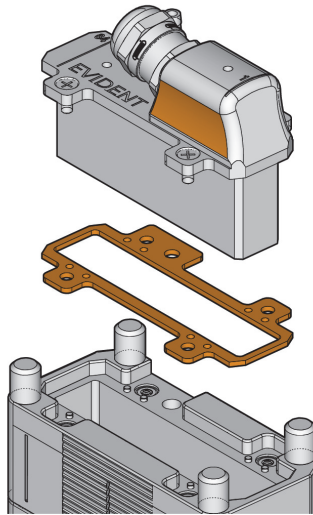

Figura 5-6 Sonda e guarnizione
3. Sollevare la sonda verso l'alto attraverso la sporgenza del telaio della sonda (vedi Figura 5-6 a pagina 83).
NON tirare il cavo della sonda. In caso contrario si potrebbe danneggiare la sonda phased array. Tirare la sonda attraverso il telaio della sonda (vedi Figura 5-6 a pagina 83).
Quando la sonda è stata sostituita è importante riposizionare la guarnizione al di sotto della flangia della sonda (vedi Figura 5-6 a pagina 83).